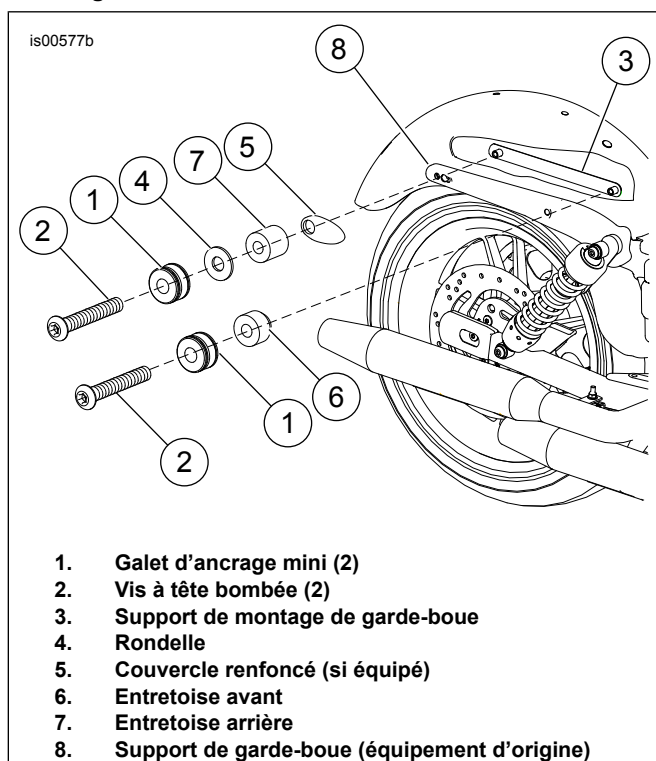

Figure 4. Installer le kit de montage de garde-boue (modèles sans accessoires amovibles)
2. Voir Figure 4. Placer le nouveau support de montage de garde-boue (3) à l'intérieur du garde-boue de sorte que les bossages filetés s'ajustent dans les deux trous du garde-boue.